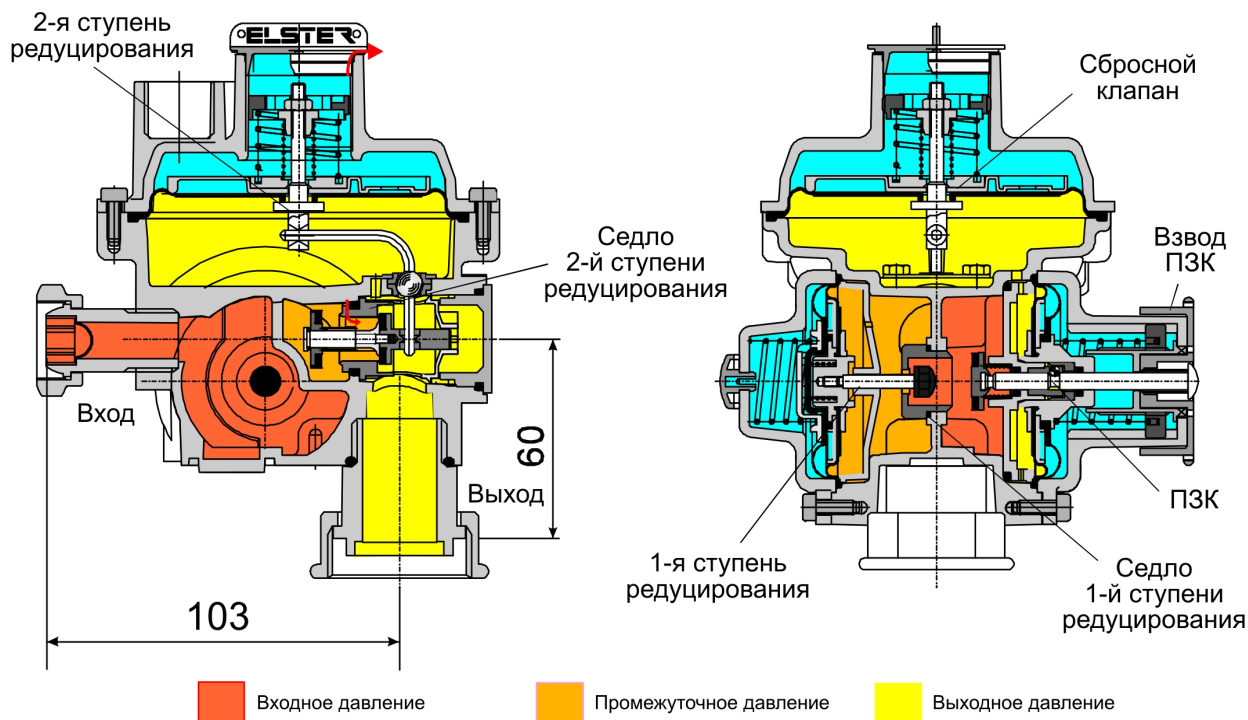

Рисунок 2 – Устройство регуляторов серии M2R
4.2 Регулятор работает следующим образом: газ по входному трубопроводу поступает на входной патрубок регулятора, где проходит через седло 1-й ступени редуцирования, в котором осуществляется редуцирование входного давления до промежуточного значения, и поддерживается независимо от изменения величины входного давления. Затем газ проходит через седло 2-й ступени редуцирования, где происходит редуцирование до заданного значения и поддерживается на заданном уровне. Регулировка величины выходного давления осуществляется настройкой пружины, расположенной в верхней части 2-й ступени (см. рисунок 2). В случае аварийного повышения выходного давления механизм запорного клапана ПЗК перекрывает подачу газа. В случае незначительного повышения давления на выходе регулятора сверх заданного значения открывается клапан ПСК, расположенный в мембранном узле 2-й ступени редуцирования.